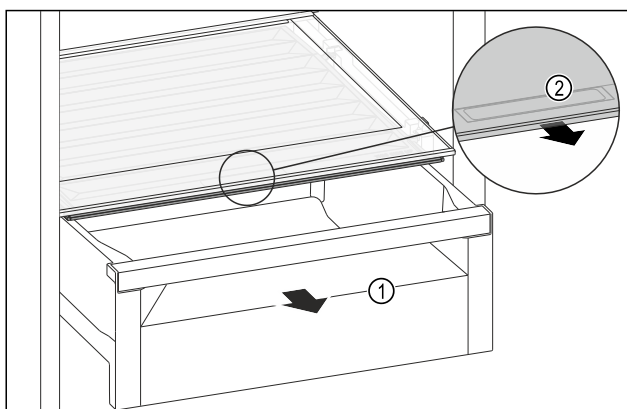

Fig. 112
- Zásuvku Fig. 112 (1) vytáhněte.
- Uchopte prohlubeň pro rukojeť Fig. 112 (2) na víku zásuvky a současně zatáhněte za víko zásuvky směrem dopředu.